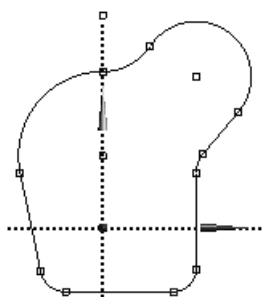

图 3.8.6 添加约束
- 步骤 07** 添加图 3.8.6 所示的约束(自动添加约束未满足的情况下)。